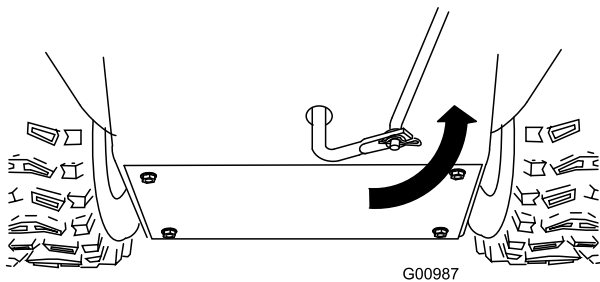

Bild 13
5. Drehen Sie den unteren Gestängearm ganz nach oben (nach links) (Bild 13).